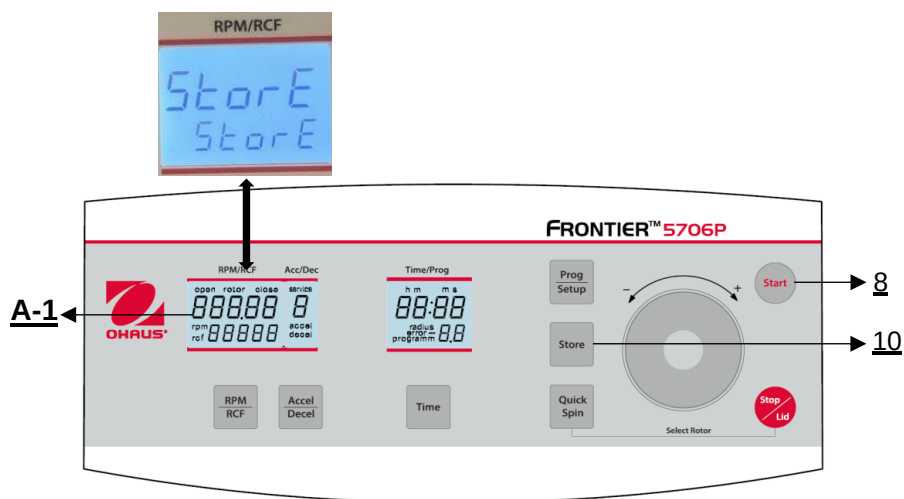

Figure 29
Tous les réglages modifiés doivent être confirmés par la touche **"Start"** (8) ou **"Store"** (10). Le mot **"Store"** apparaît sur l'écran **"RPM | RCF"** (A-1) - Ce n'est qu'ensuite que les présélections sont valables (voir figure 29). Après avoir mémorisé les réglages, vous pouvez repasser en mode programme normal en éteignant la centrifugeuse pendant un court instant.